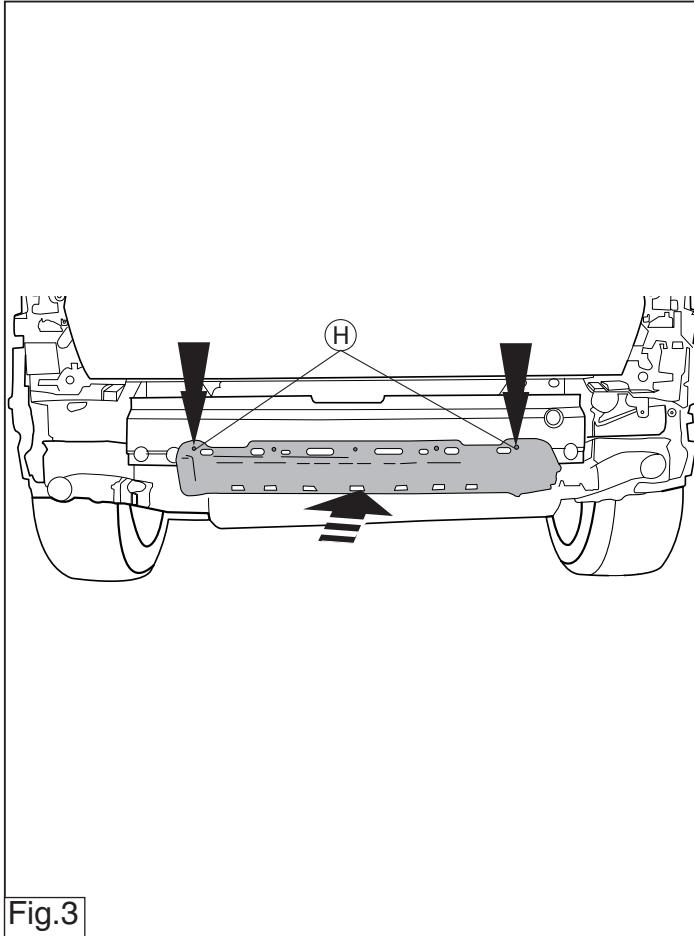

Fig.3
7. Установить пластмассовый корпус на поперечный брус буксирного крюка в точках Н. См. рисунок 3.